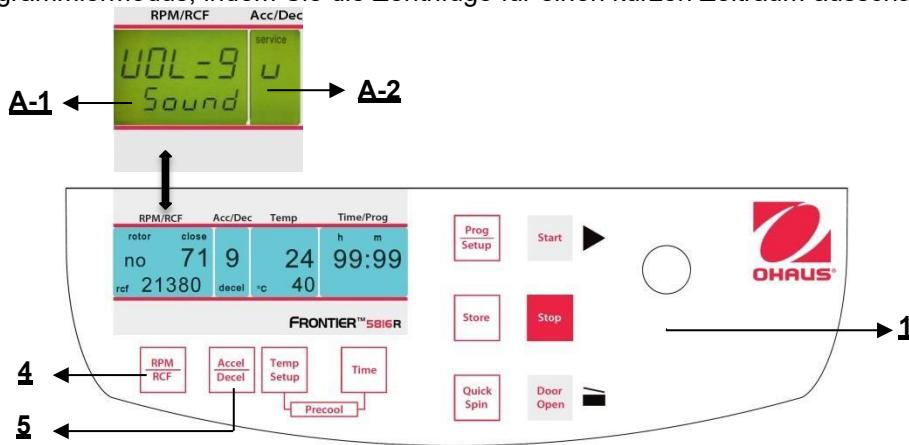

Abbildung. 36
Fahren Sie fort wie unter Punkt 4.1.1 beschrieben, um in den Programmmodus einzutreten und drücken Sie dann die Taste "Accel/Decel" (5). Auf der Anzeige "Acc/Dec" (A-2) blinkt das Wort "Service". Wählen Sie nun den Buchstaben "U" mit Hilfe des Anpassungsknopfes (1). Als Ergebnis erscheinen auf der Anzeige "RPM | RCF" (A-1) die Worte "Vol=0-9/Sound". Nach dem Drücken der Taste "RPM | RCF" (4), können Sie die gewünschte Lautstärke zwischen 0 (leise) und 9 (laut) mit dem Anpassungsknopf (1) anpassen (siehe Abbildung 36).